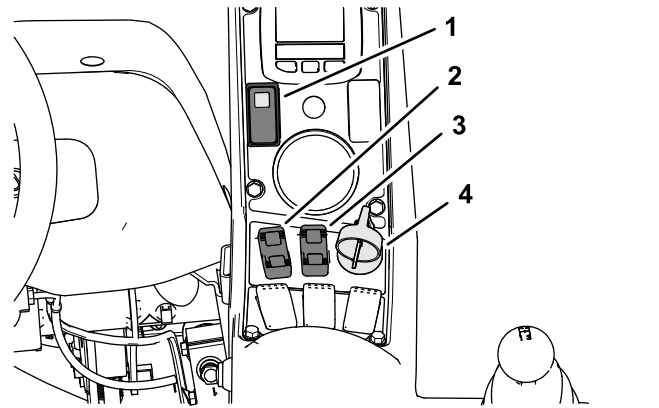
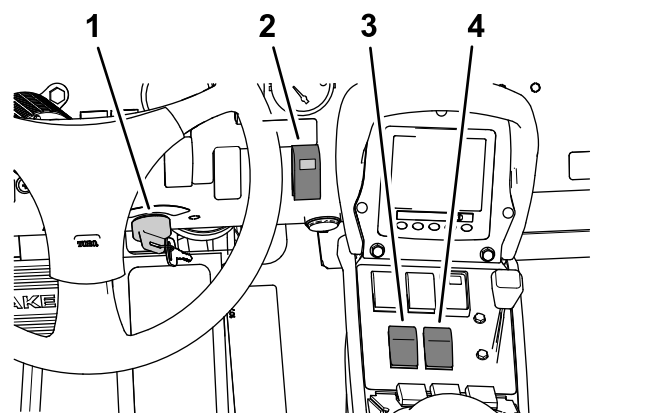
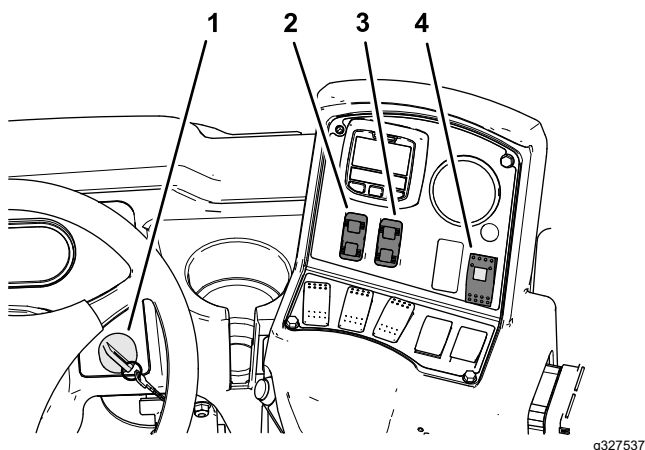

图 44
图 45
图 46
1. 将超声波喷洒臂开关图 44、图 45 或图 46 按压至关闭位置。
2. 使用左、右喷洒臂升降控制开关更改外部喷洒臂的高度图 44、图 45 或图 46。
注意 超声波喷洒臂指示灯图 44、图 45 或图 46 可按照如下方式照亮超声波喷洒臂开关表明超声波喷洒臂系统的状态
1. 将超声波喷洒臂开关图 44、图 45 或图 46 按至打开位置。
2. 使用喷洒臂升降控制开关图 44、图 45 或图 46 将喷洒臂降至距地面的期望距离。
注意 您可以使用喷洒臂升降控制开关图 44、图 45 或图 46 升起或降下一个或两个喷洒臂临时超控喷洒臂的自动运行。
4. 要想恢复自动模式下的运行可以随时将喷洒臂升降控制开关按压至降下位置图 44、图 45 或图 46 以便